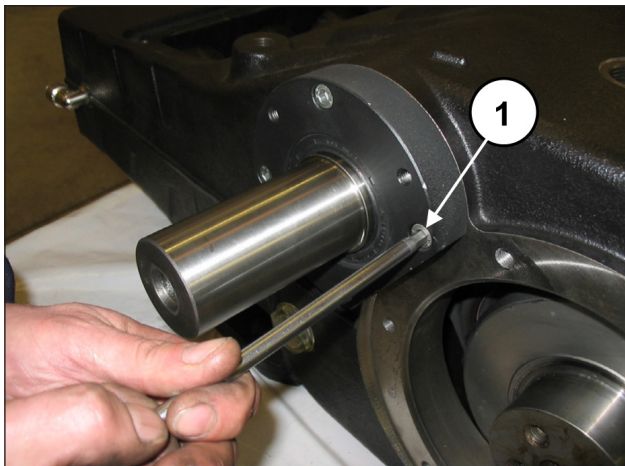
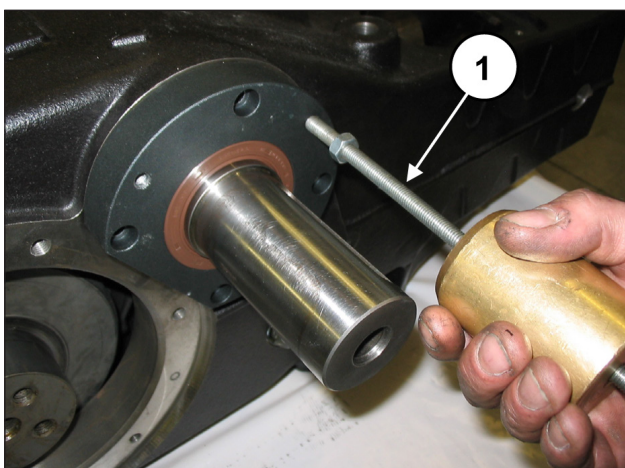

Рис. 27
Рис. 28
Открутите винты крепления правой и левой крышки подшипника ВОМ (поз. ①, Рис. 27) и снимите обе крышки с вала ВОМ. Для удобства демонтажа используйте 3 штифта или винта М8 (поз. ①, Рис. 28) в качестве съемников.